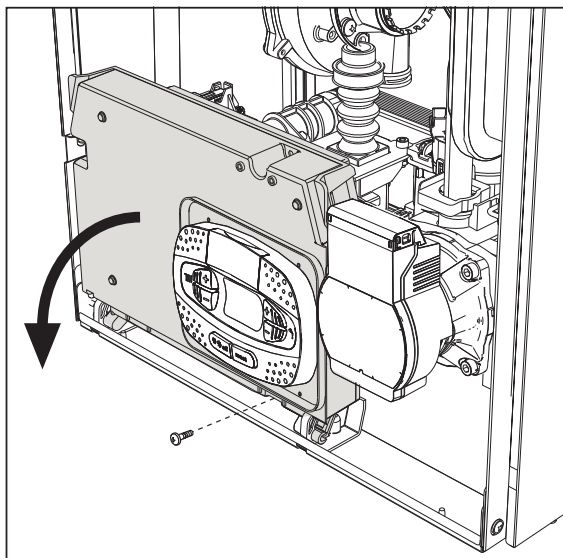
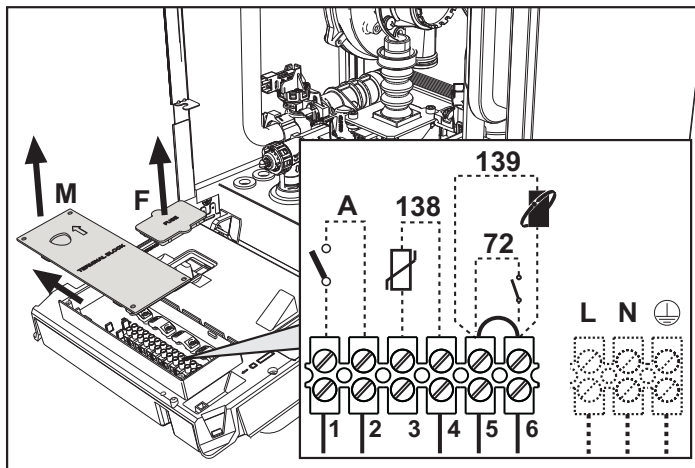

fig. 19
fig. 20
Dopo aver tolto il pannello frontale (sez. "Apertura del pannello frontale" a pag. 32) è possibile accedere alla morsettiere (M) e al fusibile (F) seguendo le indicazioni descritte di seguito (fig. 19 e fig. 20). **I morsetti indicati nella fig. 20 devono essere a contatti puliti (non 230V).** La disposizione dei morsetti per i diversi allacciamenti è riportata anche nello schema elettrico alla fig. 63.
Configurazione Interruttore ON/OFF (A fig. 20)